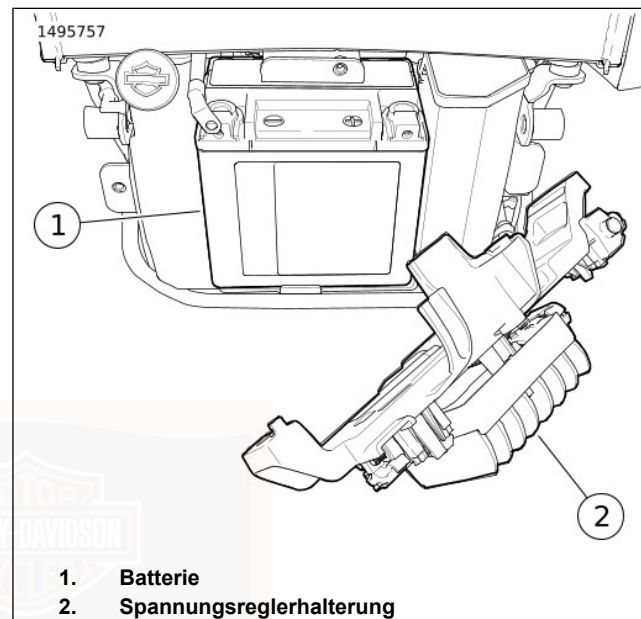

Abbildung 83. Spannungsreglerhalterung
6. Abbildung 83 Die Spannungsreglerhalterung (2) beiseiteschieben.
7. Die Batterie (1) ausbauen.